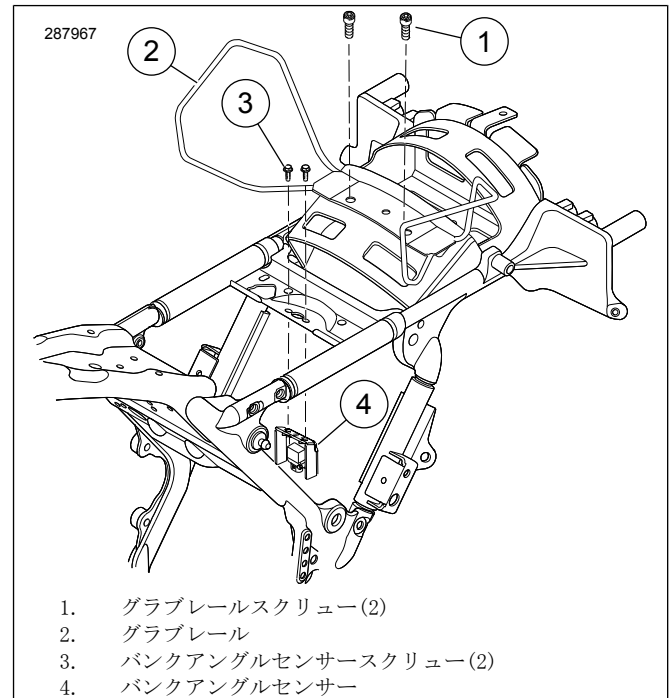

図1。バンクアングルセンサースクリーンの取り外し
5. グラブレール装備車の場合: 「図1」を参照してください。グラブレールスクリーン(1)を取り外し、廃棄します。